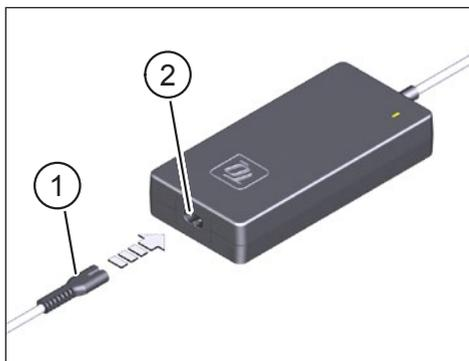

Fig. 1: Collegare Charger all'alimentazione
- ▶ Inserire la spina del dispositivo piccolo (Pos. 1 in Fig. 1) del cavo di alimentazione specifico del Paese nella presa (Pos. 2 in Fig. 1) sul Charger.